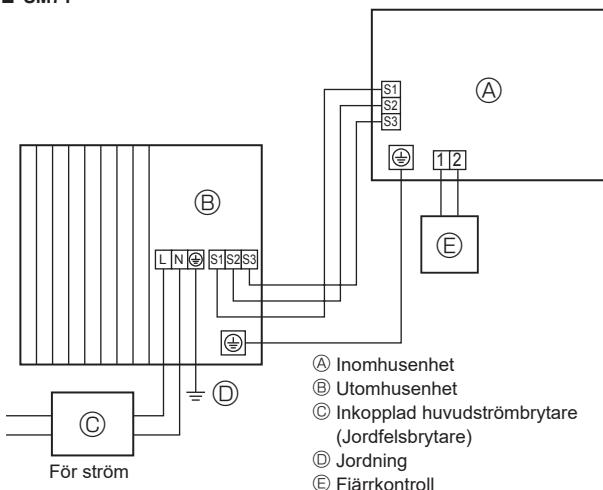
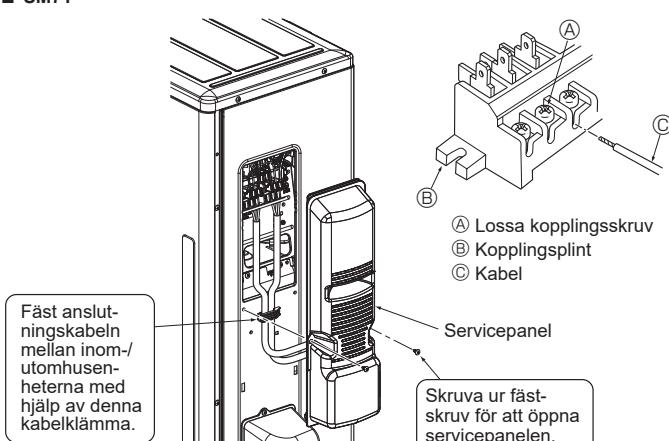

Fig. 6-1
Fig. 6-3
6.1. Utomhusenhet (Fig. 6-1, Fig. 6-2, Fig. 6-3)
- ① Ta bort servicepanelen.
- ② Anslut kablarna med hävning till Fig. 6-1, Fig. 6-2 och Fig. 6-3.